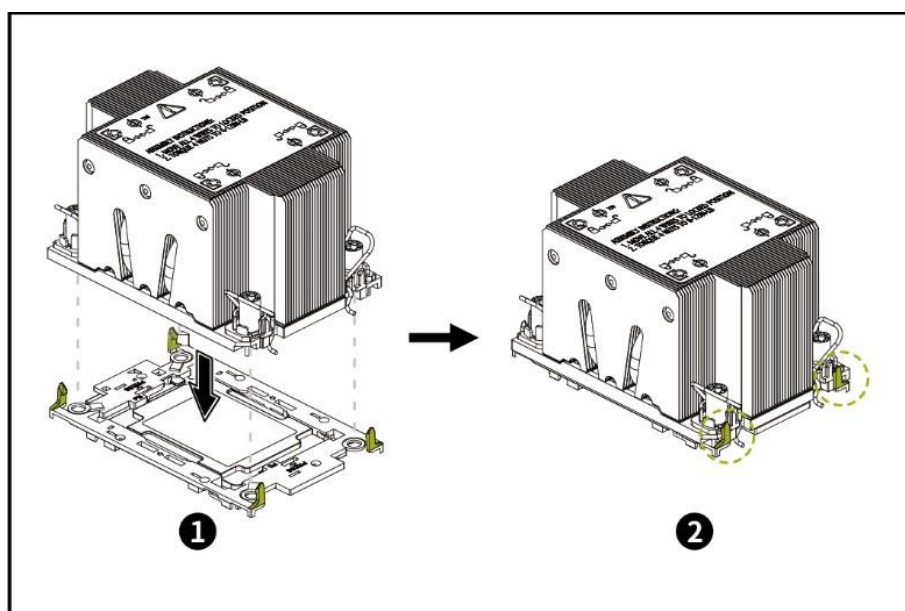

Рисунок 67 – Установка радиатора
- Поместите радиатор вертикально на процессор и защелкните четыре треугольных фиксатора по углам кронштейна процессора (см. рисунок 67).